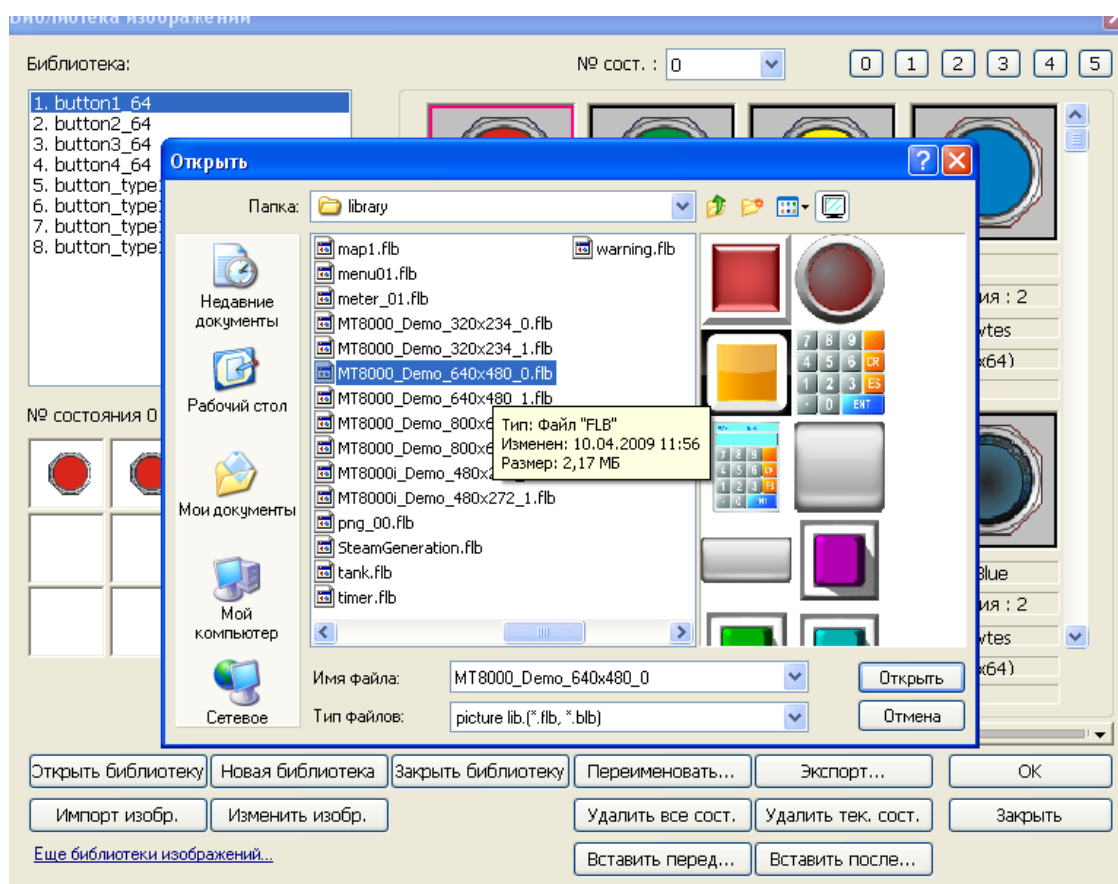

Рис. 16. Добавление библиотеки изображений в проект
3.5.6. Изменить изображение по умолчанию на изображение тумблера. Для этого перейти по кнопке к Библиотеке изображений и открыть библиотеку «MT800\_Demo\_640x480\_0.flb», как показано на рис. 16. После этого библиотека будет доступна в проекте.